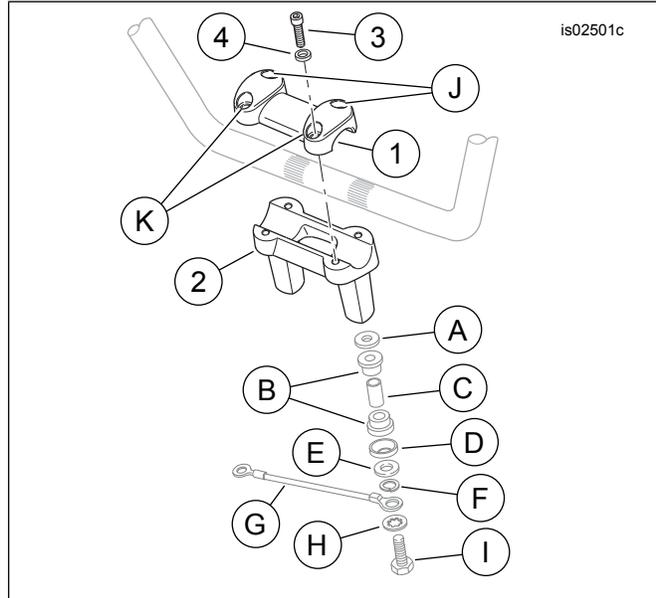

Figure 1. Pièces de rechange, Kits de support de guidon épais en une pièce
Voir Figure 1 et Tableau 1.
2. Voir Figure 1. Retirer deux vis de montage de support de guidon (I) du dessous du support de fourche supérieur. Déposer les supports de guidon et la visserie (A à H). Noter l'ordre et l'orientation de la visserie lors de la dépose et la conserver pour sa pose ultérieure. Mettre au rebut les supports de guidon d'origine (OE) et le collier (ou les capuchons) de support.